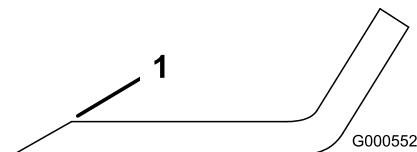
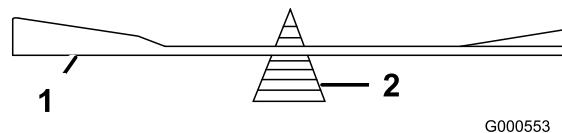

Figure 45
Figure 46
1. Au moyen d'une lime, aiguissez les tranchants aux deux extrémités de la lame (Figure 45). Veillez à conserver l'angle de coupe d'origine. Limez la même quantité de métal sur chacun des deux tranchants pour ne pas déséquilibrer la lame.
2. Vérifiez l'équilibre de la lame en la plaçant sur un équilibrEUR (Figure 46). Si la lame reste horizontale, elle est équilibrée et peut être utilisée. Si la lame est déséquilibrée, limez un peu l'extrémité de la partie relevée seulement (Figure 45). Répétez la procédure jusqu'à ce que la lame soit équilibrée.